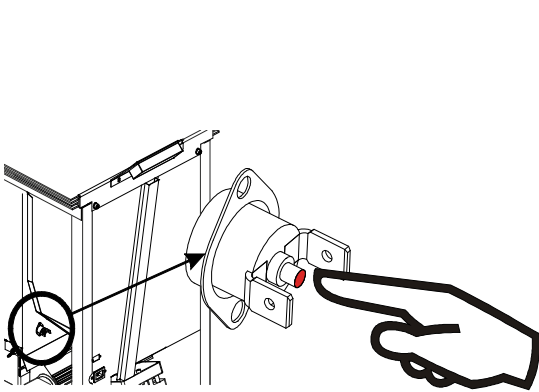
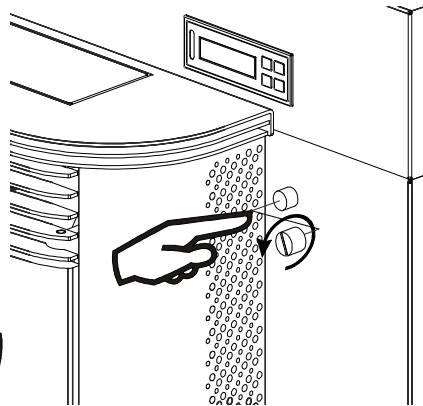
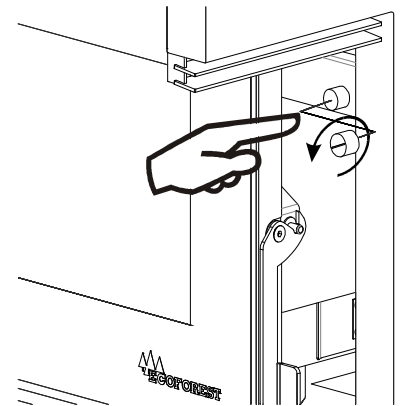

Figura 28
Figura 29
Figura 30
- 12.10. En caso que el motor reductor no gire y el visualizador indique los impulsos, lo primero que debemos hacer es desenchufar la estufa y verificar si el termostato de seguridad se ha activado. *Con la estufa desenchufada*, comprobar el termostato de seguridad que se encuentra en el interior de la estufa, para la Ecoaire (figura 28) se accede a él abriendo la puerta lateral derecha, para lo que deberemos quitar los dos tornillos que la fijan. Para activarlo se debe pulsar el botón, si el termostato se encuentra activado escuchará un “clic”. En los modelos encastrables Eco I y Eco II (figura 29), lo encontramos en la parte frontal, debajo del teclado. Debemos desenroscar el tapón que lo protege. En el modelo Kerala (figura 30), se accede a él, abriendo la puerta frontal derecha.